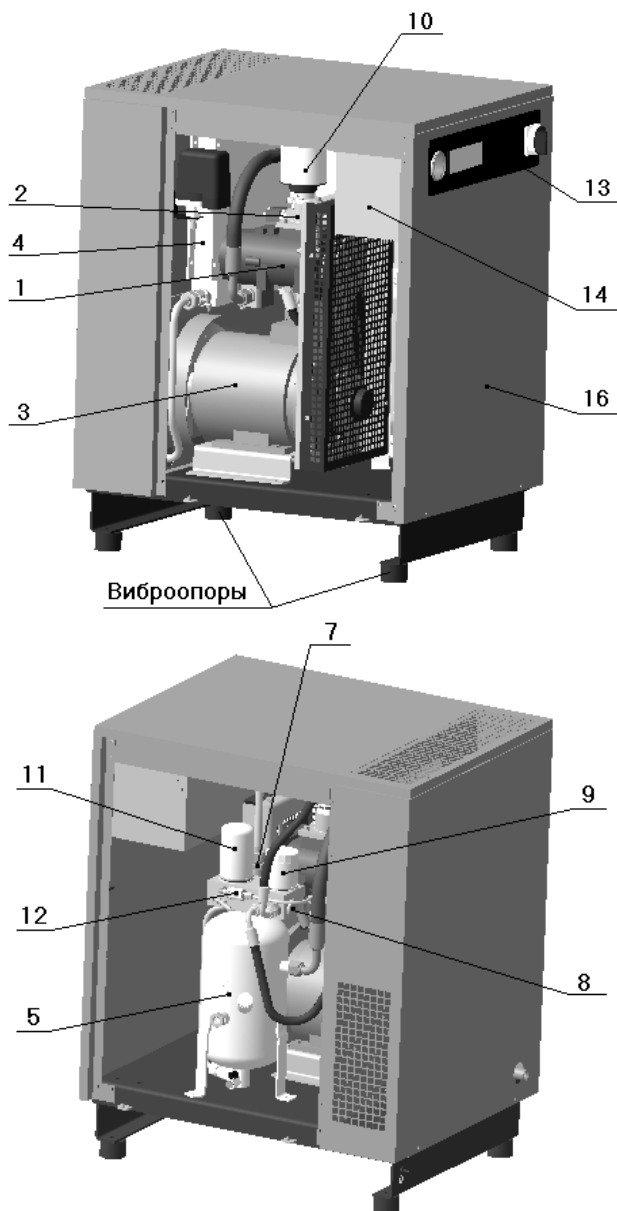
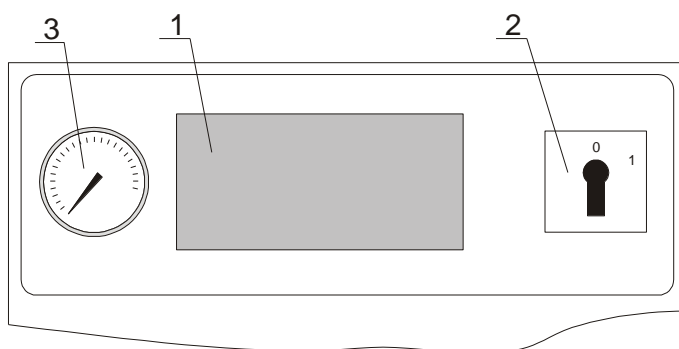
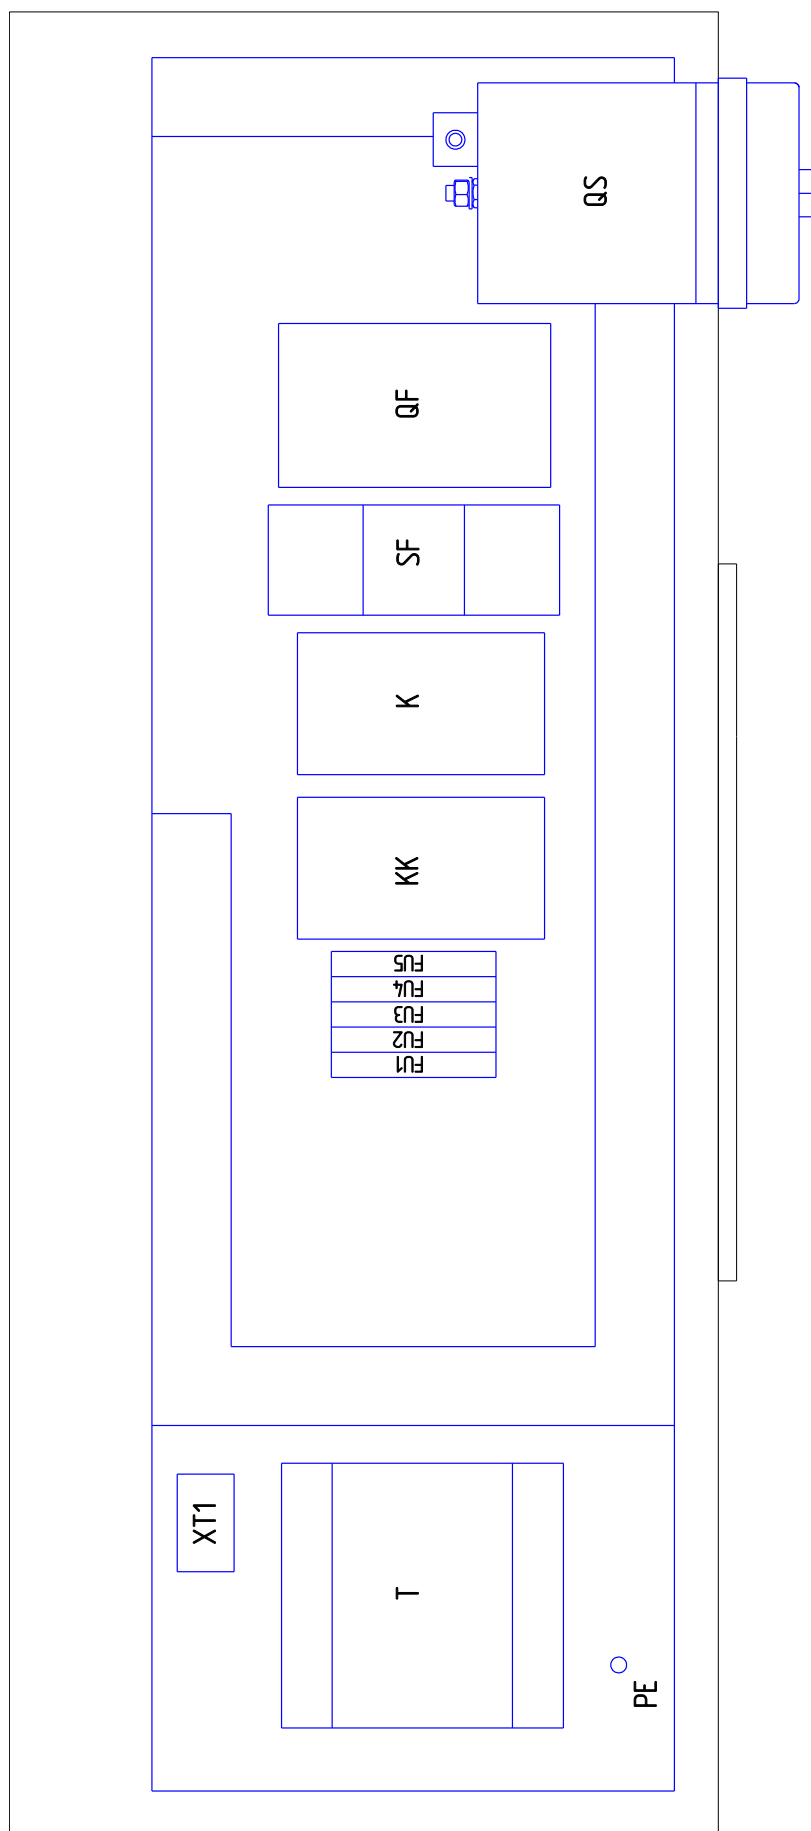

Рисунок 1 – Общий вид компрессорной установки ВК5Е-..., ВК7Е-..., ВК10Е-...
Рисунок 5
Рисунок 6 – Блок-схема платы монтажной BK5E, BK7E, BK10E
**1 – Винтовой блок** предназначен для выработки сжатого воздуха. Винтовые блоки, применяемые в компрессорных установках, приведены в таблице 3 (см. рисунок 1 или 2, или 3). В корпусе винтового блока расположены: винтовая группа, пропускные каналы для воздуха и масла, присоединительные фланцы.
**2 – Клапан всасывающий** (см. рисунок 1 или 2, или 3) воздушный выполняет функцию подачи воздуха в камеру сжатия и предотвращения выброса наружу сжатого воздуха и масла в момент останова установки при любом давлении подачи сжатого воздуха. Переключение клапана всасывающего в режим "ЗАГРУЗКА" или "ХОЛОСТОЙ ХОД" осуществляется при помощи клапана электромагнитного, который управляется программируемым контроллером от сигнала датчика давления.
**3 – Электродвигатель** (см. рисунок 1 или 2, или 3) предназначен для привода винтового блока.
**4 – Воздушно-масляный радиатор** (см. рисунок 1 или 2, или 3) двухсекционный, комбинированный, выполняет функции охлаждения масла и предварительного охлаждения воздуха на выходе из установки. Радиатор охлаждается проходящим через него потоком воздуха, который нагнетается вентилятором, установленным на втором конце вала электродвигателя привода установки.
**5 – Маслосборник** (см. рисунок 1 или 2, или 3) выполняет следующие функции:
**7 – Клапан минимального давления** (см. рисунок 1 или 2, или 3), установленный на линии нагнетания, предназначен для поддержания минимального давления в пределах 0,2...0,4 МПа внутри установки до тех пор, пока давление в распределительной сети не уравнивается с давлением внутри
**8 – Термостат** (см. рисунок 1 или 2, или 3) состоит из запорного плунжера и термочувствительного глицеринового элемента, изменяющего направление потока масла в зависимости от температуры и смонтирован в корпусе, на котором также установлен фильтр масляный.
**9 – Фильтр масляный** (см. рисунок 1 или 2, или 3) неразборный изготовлен в металлическом корпусе. Он расположен в контуре смазки и предотвращает попадание твердых частиц на рабочие поверхности винтов и подшипников. Его замена необходима после выработки часов, указанных в разделе "ТО", а частота замены напрямую зависит от технического обслуживания воздушного фильтра и от качества масла.
**10 – Фильтр воздушный** (см. рисунок 1 или 2, или 3) впускной открытого типа. Функция воздушного фильтра - предотвращение попадания загрязняющих частиц в зону винтовой группы и систему смазки. Некачественное обслуживание воздушного фильтра приводит к уменьшению срока службы блока винтового.
**11 – Фильтр-маслоотделитель (сепаратор)** (см. рисунок 1 или 2, или 3) завершает операцию отделения масла от сжатого воздуха и обеспечивает остаточное содержание масла в сжатом воздухе не более 3 мг/м3. Пропускная способность фильтра-маслоотделителя зависит от качества масла и его рабочей температуры.
**12 – Визуализатор возврата масла** (см. рисунок 1 или 2, или 3) предназначен для визуальной оценки количества масла на возврате из фильтра-маслоотделителя. Масло, отделенное фильтром-маслоотделителем, возвращается в систему смазки установки. Функцией визуализатора является управление расходом возвратных потоков воздуха и масла. Визуализатор позволяет проверить эффективность работы фильтра-маслоотделителя и системы сепарации.
**13 – Панель управления** (см. рисунок 1 или 2, или 3). На лицевую сторону панели управления вынесены следующие органы управления (рисунок 5):
**14 – Шкаф с электроаппаратурой** (см. рисунок 1 или 2, или 3) представляет собой короб закрытого типа с установленной платой, на которой смонтирована пускорегулирующая аппаратура и устройства защиты (блок-схема см. рисунок 6), доступ к которым осуществляется путем демонтажа верхней панели корпуса и крышки шкафа.
**16 – Корпус шумозащищенного исполнения** (см. рисунок 1 или 2, или 3) служит для снижения уровня шума в рабочей зоне установки.
- 4) Плавкие предохранители - (см. рисунок 6) защита цепей управления и сигнализации;